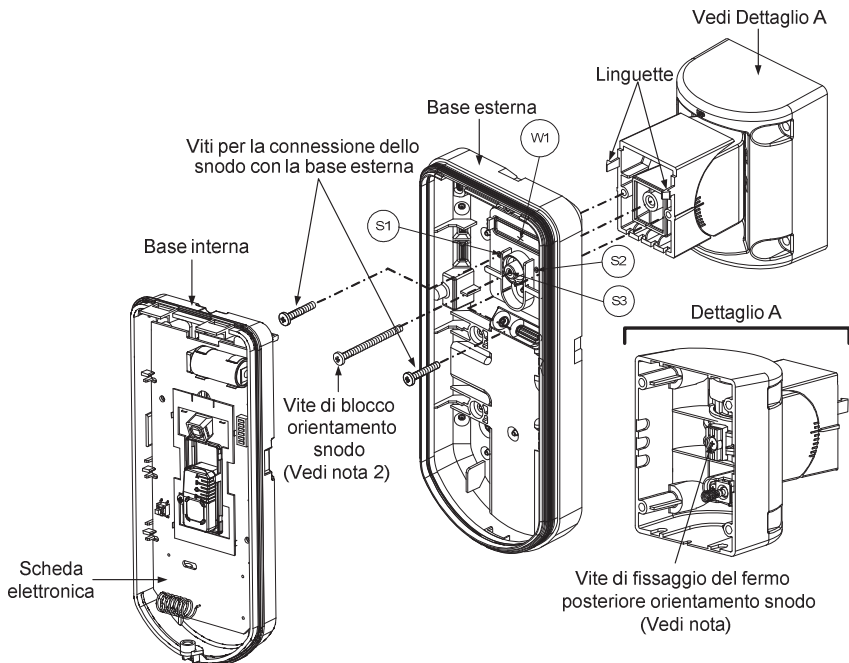

Figura 9
3. Unire la base esterna allo snodo utilizzando le apposite linguette ad incastro (Figura 9).
4. Fissare la base esterna allo snodo con due viti tramite le predisposizioni S1 e S2 (Figura 9).
5. Inserire nello snodo standard la vite (fornita) di fissaggio ad angolo facendola passare dalla base esterna attraverso il foro a sfondare S3 (Figura 9).
Quando i punti marcati delle due parti mobili sono allineati (figura 9), lo snodo standard si trova in posizione 0°. Ogni "click" verticale da questa posizione corrisponde ad un incremento / decremento di 5°.